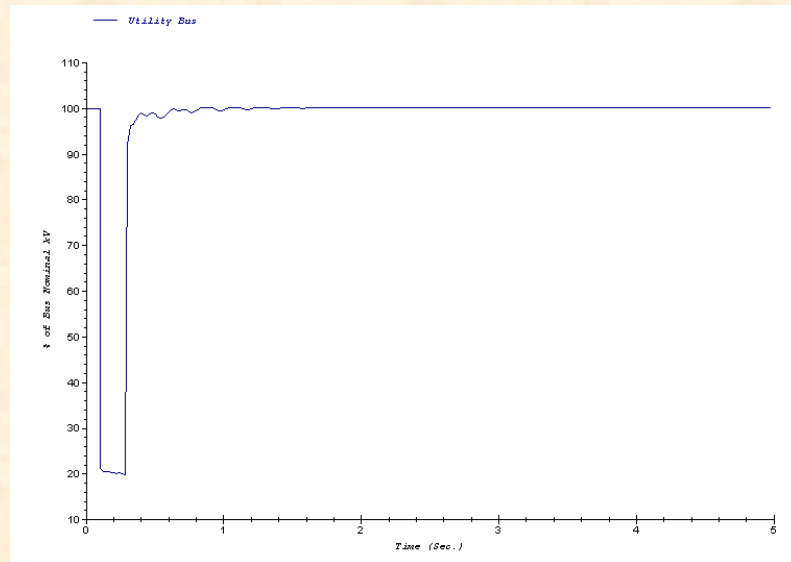

図 2
5. 過渡安定度解析プログラムを実行して、希望の電圧低下量（または残留電圧値）および電圧低下時間がモデリングできていることを確認して下さい (図2参照)。